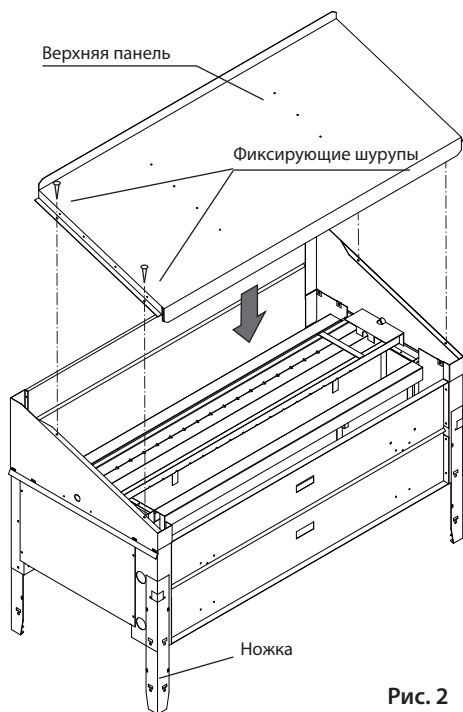

Рис. 2
- Удалите 4 шурупа по краям верхней панели (см. рис. 2).
- Вставьте ножки по углам в соответствующие отверстия и закрепите их 3мя шурупами (см. рис. 2).